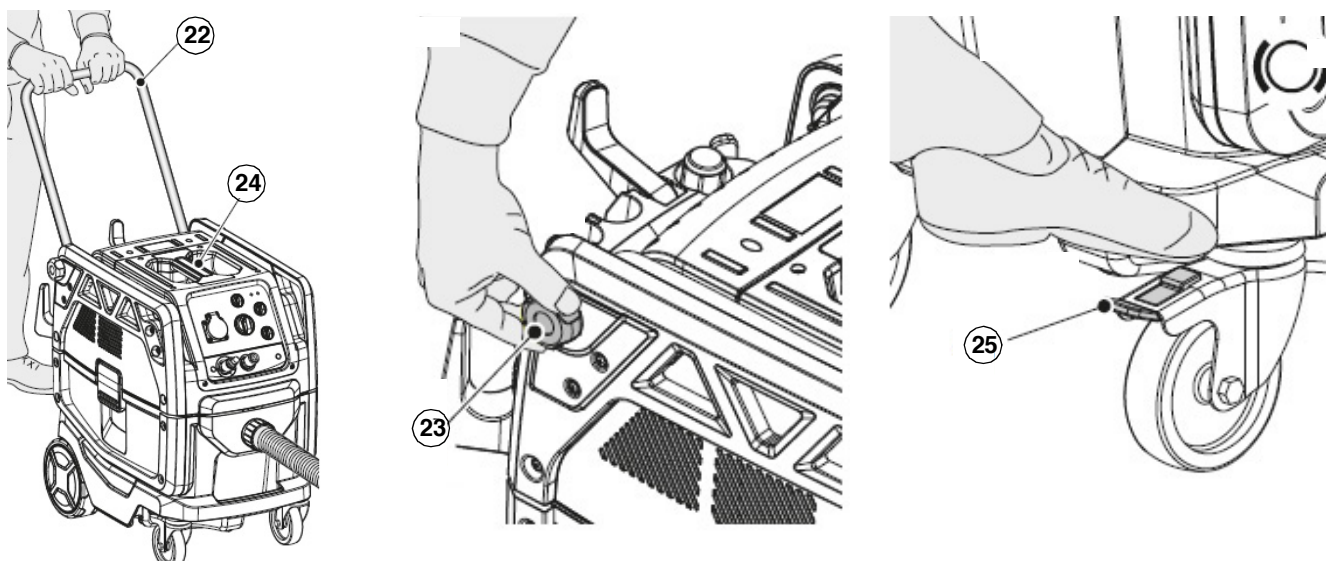

Abb.6-1: Nass-/ Trockensauger bewegen
Das Gerät ist mit Rädern ausgestattet und kann mit den Griffen am Kopfstück gezogen oder mit dem großen Griff (Pos. 22, Abb. 6-1, optional) geschoben werden.
- Falls vorhanden, die Knöpfe (Pos. 23, Abb. 6-1) lösen und den großen Griff (Pos. 22, Abb. 6-1, optional) drehen, dann mit den Knöpfen (Pos. 23, Abb. 6-1) in der gewünschten Position fixieren.
- Zum Anheben des Geräts den Griff (Pos. 24, Abb. 6-1) am Kopfstück verwenden.
- Um ein Wegrollen des Geräts zu vermeiden, Feststell-Bremse der Schwlenkräder (Pos. 25, Abb. 6-1) betätigen.